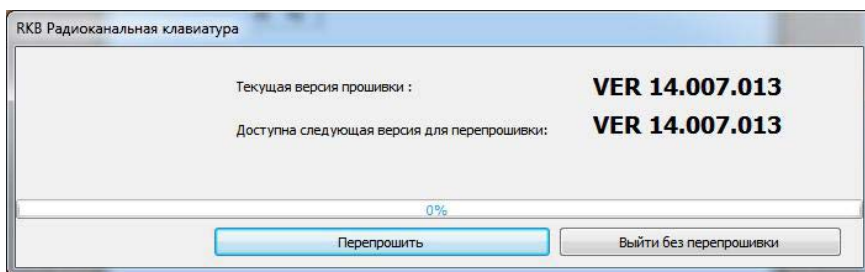

Рисунок 4. Начало обновления ФПО
7. Для начала обновления в появившемся окне нажмите кнопку «Перепрошить» (рис. 4).